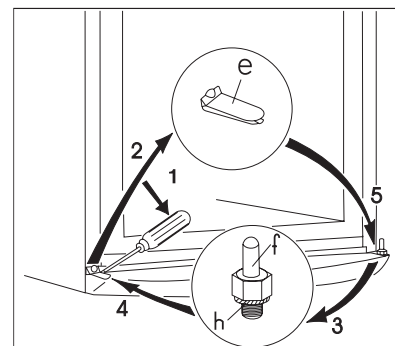

рис. 4
- С помощью отвертки вытащите вставку (e) нижней вентиляционной решетки (Рис. 4).
- Вывинтите нижнюю дверную петлю (h, f) морозильного отделения и снова привинтите её на другой стороне. При этом не забудьте поставить подкладную шайбу (h) (рис. 4).
- Установите дверь морозильного отделения на нижнюю дверную петлю (f) (рис. 4).